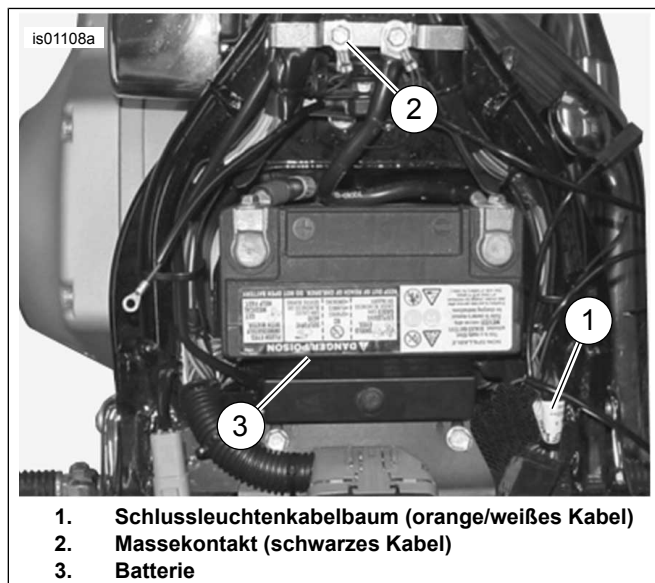

Abbildung 2. Strom- und Masseanschlüsse (Softtail-Modelle)
4. Siehe Abbildung 2. Die Kabelöse auf den Masseschraubengewinden anbringen. Masseschraube am Rahmen (2) befestigen. Mit dem im Werkstatthandbuch angegebenen Drehmomentwert anziehen.
- Siehe Abbildung 2. Einen Bereich der Schlussleuchten-Kabelbaumhülle (1) an einer zugänglichen Stelle unter dem Sitz vorsichtig aufschlitzen. Das orange/weiße Kabel durchschneiden.